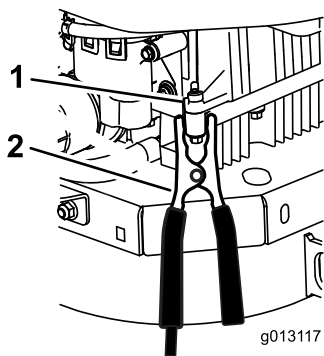

Figura 64
6. Haga la conexión final al bloque motor del vehículo que no arranca (no al borne negativo de la batería) en un punto alejado de la batería, y apártese (Figura 64).